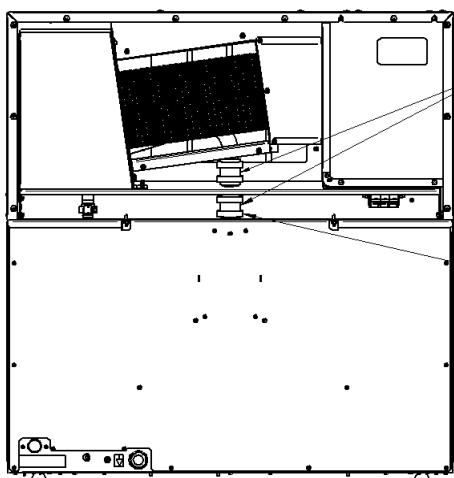

Рисунок 13
- 1.3. Соединить трубу ЗВВ-4-6/4ПМ.03.00.007 с трубой ЗВВ-4-6/4ПМ.03.00.006 установив между ними патрубок ЗВВ-4-6/4ПМ.00.00.006 сняв хомутами 32-50 KOVOPOL, закрыть крышку. (см. Рисунок 13 и 14);